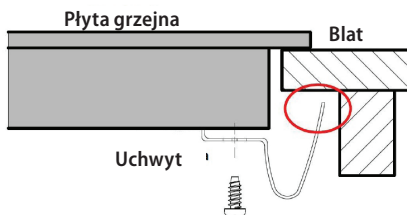

Rys. 8
5. W przypadku, gdy nad płytą grzejną będzie się znajdowała tylko pojedyncza szafka bez okapu kuchennego, wtedy minimalna odległość szafki nad płytą grzejną powinna wynosić 760 mm (Rys. 8).
- W celu zapewnienia skutecznej cyrkulacji powietrza, urządzenie należy umieścić zgodnie z wymiarami przedstawionymi na Rys. 8, a szafka musi być tak zbudowana, aby do jej dolnej części mogło płynąć powietrze. Pod płytą grzejącą musi być odstęp co najmniej 50 mm, a za tylną ścianą szafki musi być odstęp co najmniej 20 mm (Rys. 8).